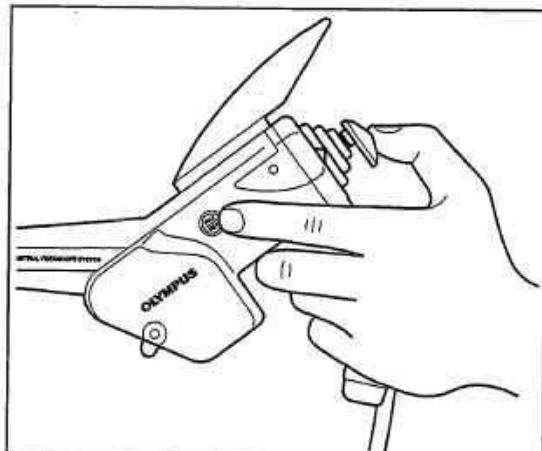

図 4.1
- 一般的に、操作部のジョイスティックは、操作部グリップを握った手の親指で操作します（図 4.1 参照）。
- 他のボタン類も、操作部グリップを握った手の指で操作します（図 4.1 参照）。